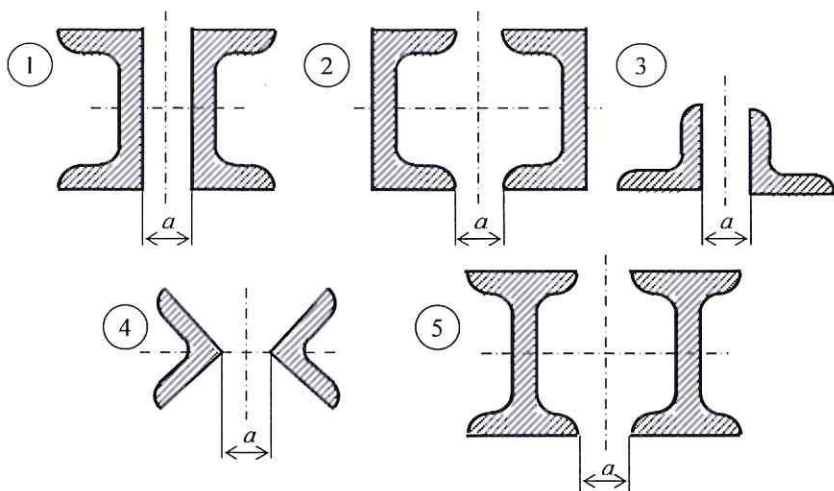
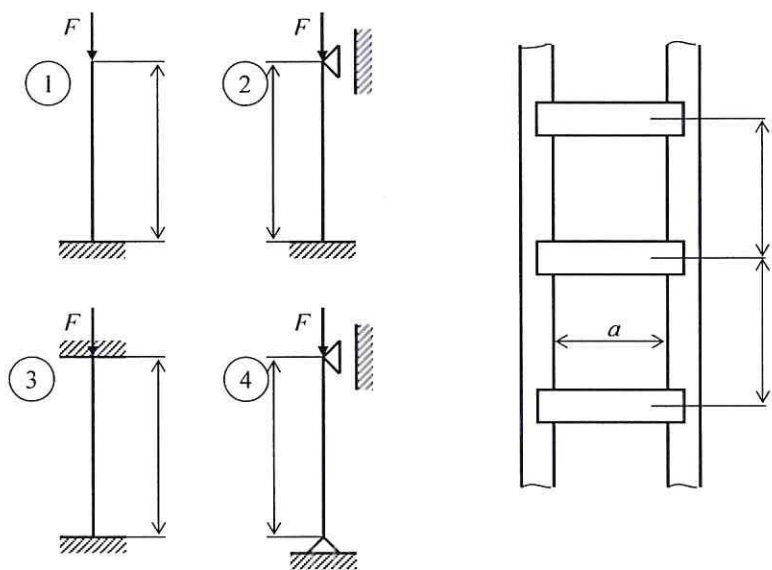

Рис.7
Рис. 8
Стержень длиной  $l$  сжат силой  $F$ . Поперечное сечение стержня состоит из двух стандартных профилей (рис. 7), соединенных между собой так, что их совместная работа, как единого стержня, обеспечена. При заданном способе закрепления концов стержня (рис. 8) требуется:
3) определить расстояние  $h$  (рис. 8) между планками соединительной решетки.